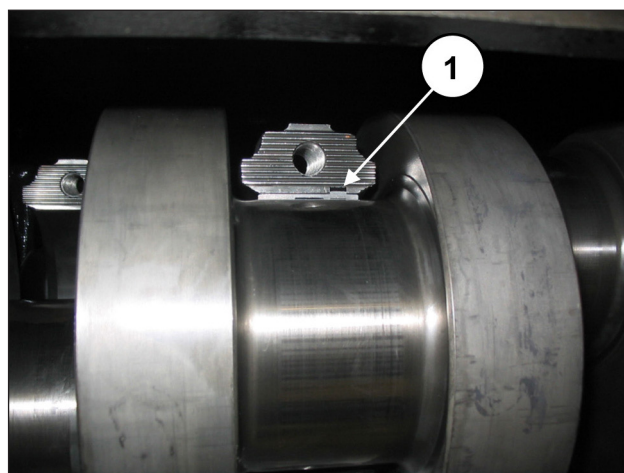

Fig. 60
Per un corretto montaggio dei semicuscinetti assicurarsi che la linguetta di riferimento dei semicuscinetti venga posizionata nell'apposito alloggiamento sulla semibiella (pos. ①, Fig. 60).